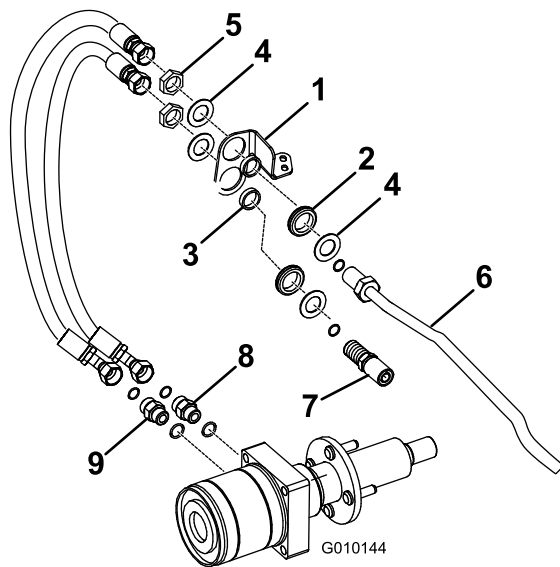
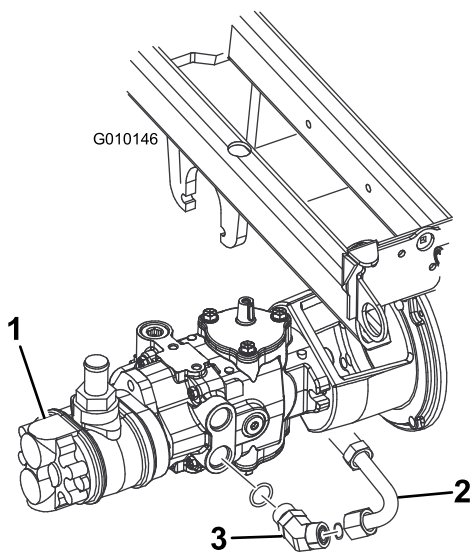
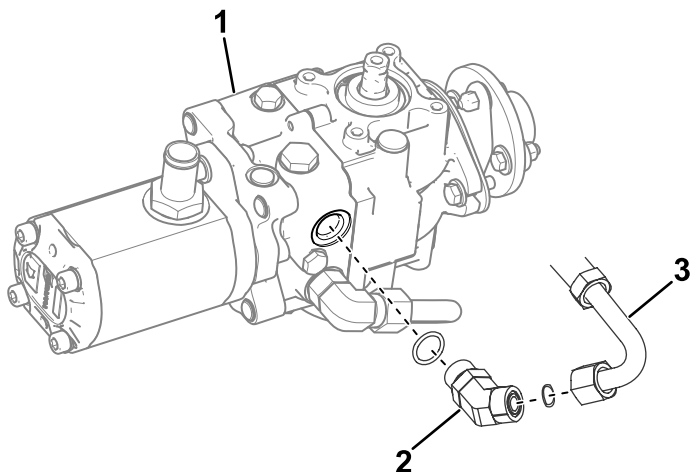

図 8
図 9
図 10
8. 図 8 に示すように、バルクヘッドブラケットにハトメとスペーサを取り付ける。
ワッシャとナットで、ポンプ用ホースアセンブリを、ポンプの 45° フィッティングとバルクヘッドブラケットの下側の穴に仮止めする 図 8 と 図 9。
11. バルクヘッド・ブラケットを油圧ハードラインに組み付けるキットに入っているナットとワッシャを使い、図 8 のように組み付ける。
ワッシャとナットで、ポンプ用ホースアセンブリを、ポンプの 45° フィッティングとバルクヘッドブラケットの下側の穴に仮止めする 図 8 と 図 10。
13. ポンプホース・アセンブリバルクヘッドの下側のポートと、ホイールモータの上側のフィッティングに油圧ホースを仮接続する 図 8。